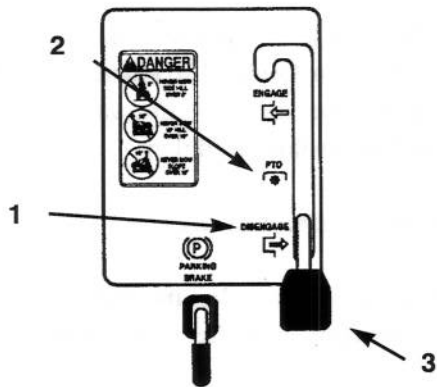

Bild 5
2. Die Mähwerkbedienung (ZWA) auf "ENGAGED" [ZUGESCHALTET] stellen (Bild 5).
2. Die Mähwerkbedienung (ZWA) auf "DISENGAGE" [ABGESCHALTET] stellen (Bild 5).